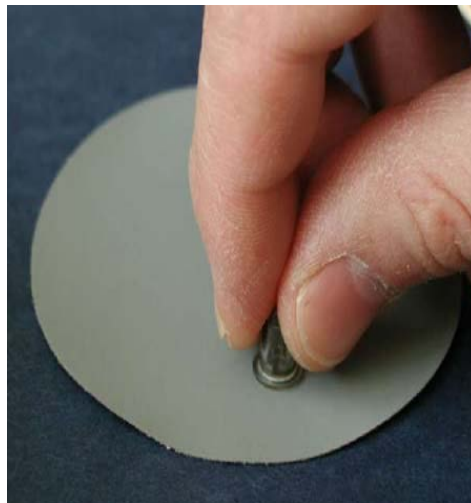

图7-9. 清洁PID灯
7. 使用量筒体抓取PID灯，并用研磨片清洁镜头。镜头表面平平贴在垫上作圆周运动研磨。多数情况下5分钟的研磨是足够的。另一个清洁完成的标志是你使用了1/6英寸的研磨垫表层在研磨过程中。（图7-9）